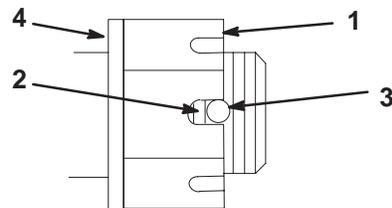

Figure 64
- Serrez le boulon crénelé à 170 Nm (125 pieds-livre) (Fig. 64).
- Contrôlez la distance entre la base de la fente de l'écrou et le bord intérieur du trou. On ne doit pas voir plus de deux filets (Fig. 64).
- Si plus de deux filets sont visibles, enlevez l'écrou et placez une rondelle entre le moyeu et l'écrou (Fig. 64).
- Serrez l'écrou jusqu'à ce que le jeu de fentes suivant soit en face du trou de l'axe (Fig. 64).